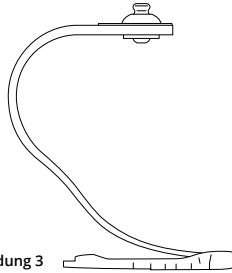

Abbildung 3
2. Führen Sie die Zehen der Obsidian-Blade schnell in die Zehenaussparungen der Gummisohle ein, wie in Abbildung 3 gezeigt. Zu diesem Zeitpunkt sollte kein Klebstoff mit der Obsidian-Blade in Berührung gekommen sein.